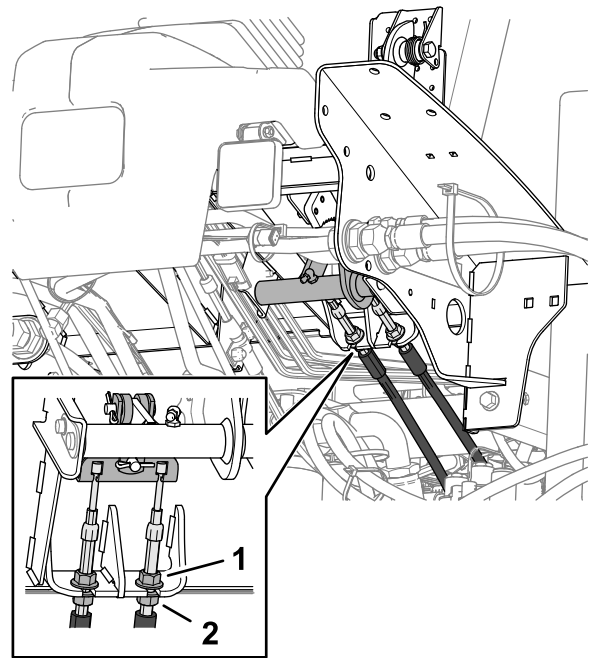

図 139
5. ブレーキペダルの遊びを少なくするには、ブレーキケーブル端部にある前側ジャムナットをゆるめる **図 139**。